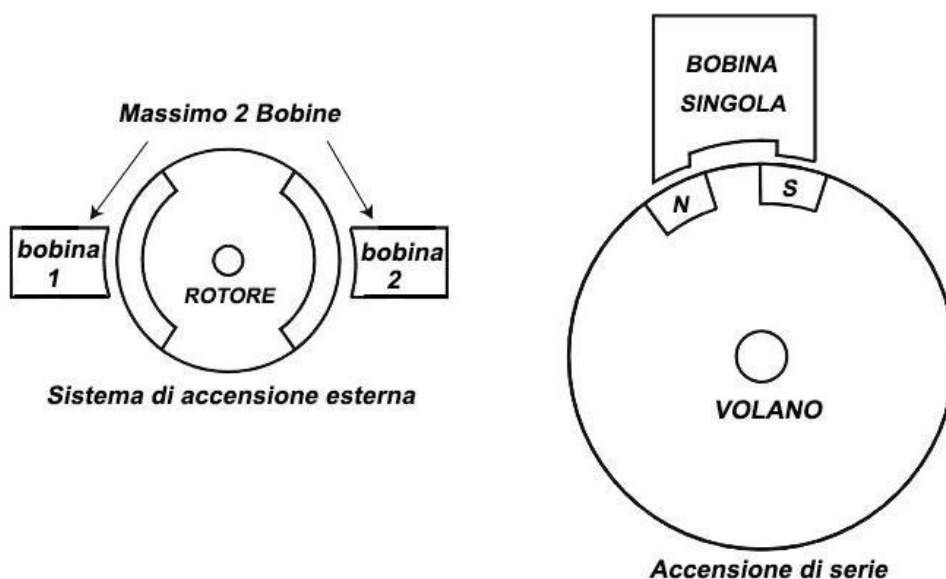

Figura 22 : Tipi di accensione motore 1/5 TC
- 9.3.3 **Anticipo accensione:** deve essere fisso (bloccato); sono permesse variazioni di anticipo non in movimento ma effettuate solo manualmente. Tutte le accensioni devono essere fissate meccanicamente al carter del motore. Il volano può avere solo uno paio di poli magnetici (Nord e Sud) vedi figura 22. Ci possono essere solo un massimo di due bobine (o un singolo combinato LT e HT: bobina con il tipo di accensione standard; oppure due bobine LT per i sistemi di accensione esterni) che lavorano con il volano / rotore, (**vedi Figura 22 sottostante**)